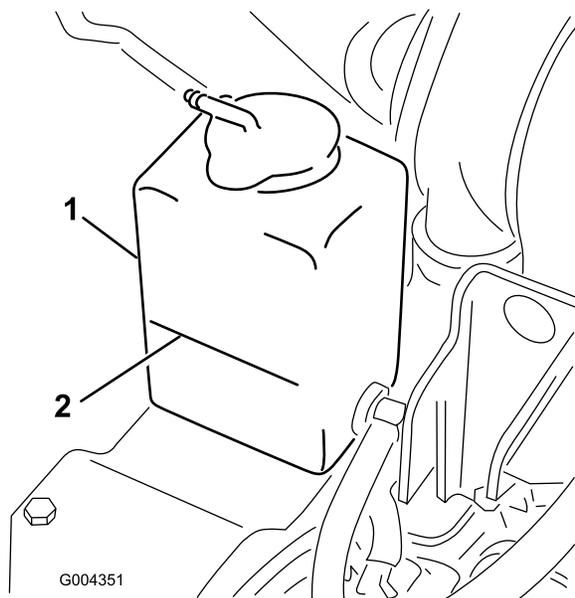

Figura 20
1. Controllate il livello del refrigerante nel serbatoio di espansione (Figura 20).